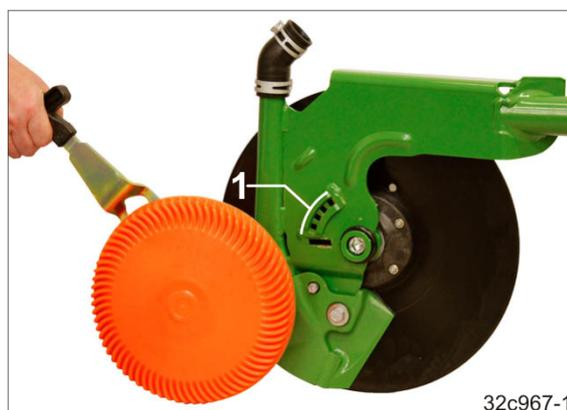

Fig. 180
1. Tournez la poignée au delà de la position d'enclenchement (Fig. 180/1) et retirez le disque en plastique du soc.